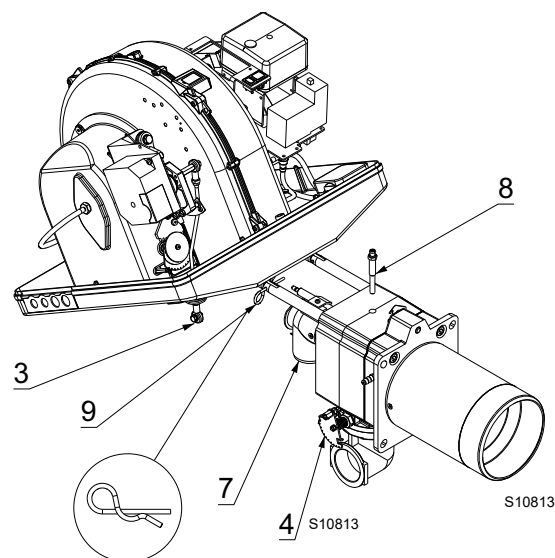

Fig. 35
- Enlever la goupille 9)(Fig. 35) et pousser le brûleur jusqu'à environ 100 mm du manchon.
- Remettre la vis 5 et la goupille 9)(Fig. 35), et tirer délicatement vers l'extérieur les câbles de la sonde et de l'électrode, jusqu'à les mettre légèrement en tension.
- Replacer la rotule 3) sur le secteur gradué 4)(Fig. 35).